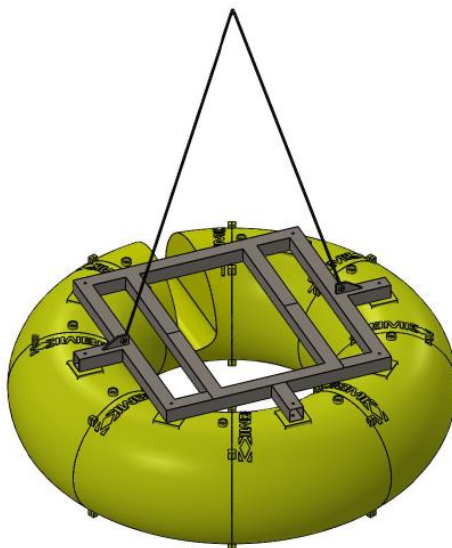

Figura 1 – Flutuante-Plataforma
- 3 – Em primeiro momento, deve-se transportar o conjunto Flutuante-Plataforma (Figura 1), sendo estes içados pelo olhal da Plataforma até posicioná-los na água, conforme representado abaixo.